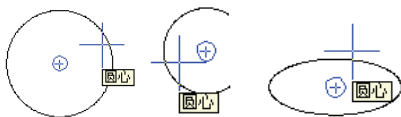

图 1-53 捕捉圆心
③ 圆心 (CENter)：捕捉圆、圆弧或椭圆弧的圆心，拾取圆、圆弧、椭圆弧而非圆心，如图 1-53 所示。